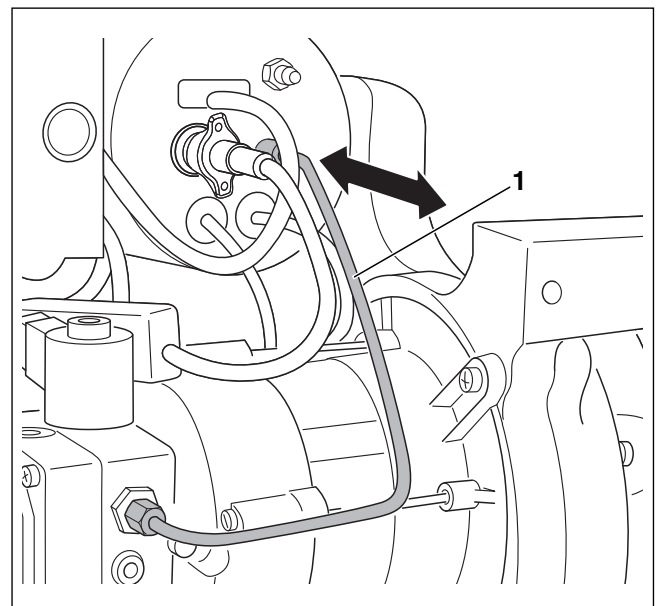

Bild 55 Korrekten Sitz des Mischsystems prüfen
- ▶ Ölzuleitung (→ Bild 55, [1]) in der gezeigten Weise ca. 5 mm herausziehen und loslassen.